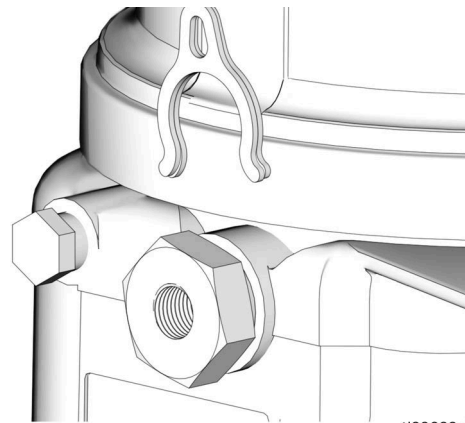

图 11
不使用 (0) 垫片、使用一个 (1) 垫片或两个 (2) 个垫片设置泵容量控制（图 11）。